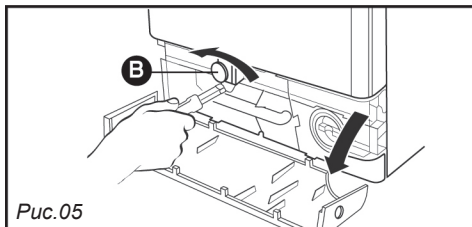

Рис.05
- С помощью 10 мм гаечного ключа открутите винт «передней» скобы **B**, изготовленный из красного пластика (Рис. 05).